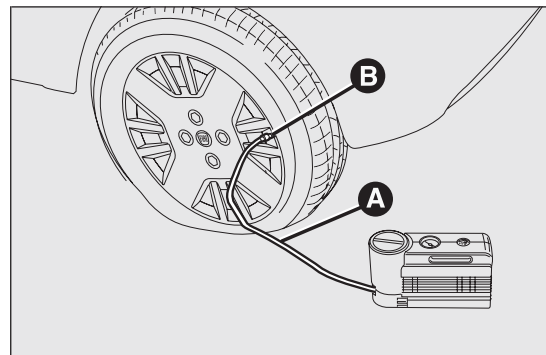

fig. 137
- ☐ Azionare il freno a mano. Svitare il cappuccio dalla valvola del pneumatico, estrarre il tubo flessibile di riempimento A fig. 137 ed avvitare la ghiera B sulla valvola del pneumatico;